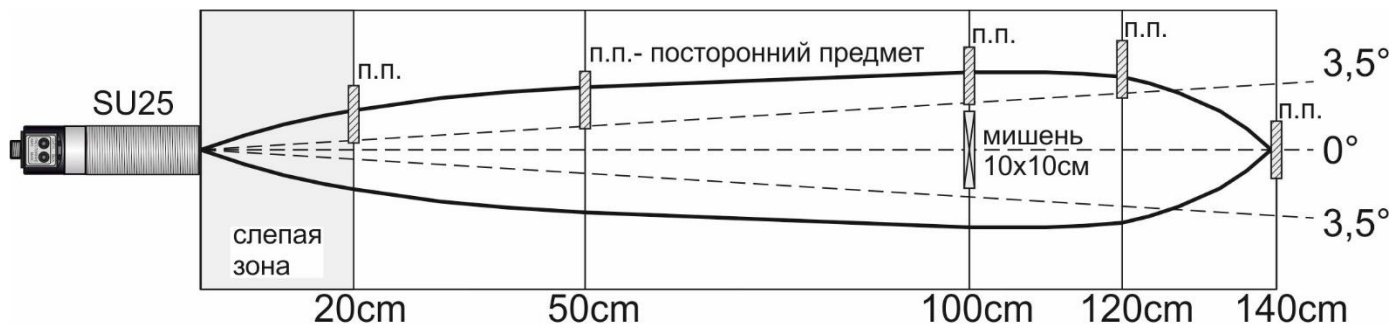

Рис.2
7.10 Полный угол пучка ультразвуковых колебаний датчика составляет 7°. Объект воздействия должен располагаться параллельно чувствительной поверхности датчика. При угле наклона объекта воздействия более $\pm 3,5^\circ$, максимальная граница зоны чувствительности уменьшается. На рис.2 представлена область взаимодействия ультразвуковых колебаний датчика на объект воздействия. Во избежание ложных срабатываний, в этой области, а также перед объектом воздействия не должны находиться посторонние предметы. Допускается наличие посторонних предметов за объектом воздействия.